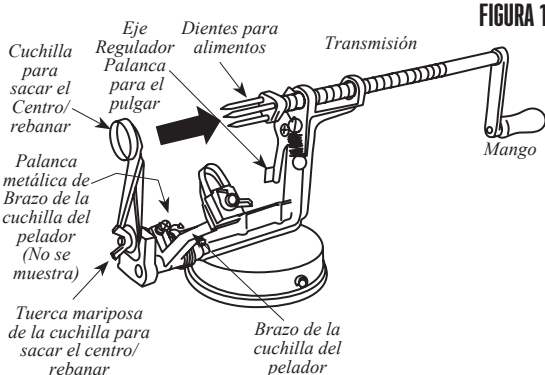

FIGURA 1
2. Presione la palanca del regulador del eje para liberar el detenedor del eje. Jale el mango hasta que el eje haya salido completamente (**FIGURA 1**).